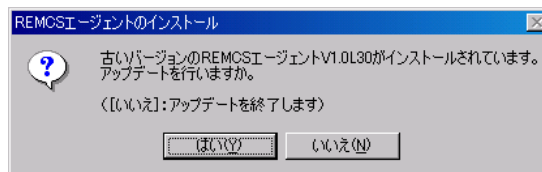

図 3-14 アップデート確認メッセージ
- 1 REMCS エージェントの CD を挿入します。挿入後、自動的にアップデート確認メッセージ (図 3-14) が表示されます。